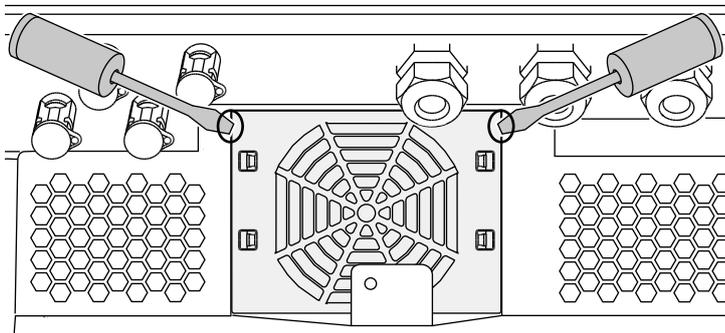

Fig. 60: Staccare la griglia della ventola
2. Smontare la ventola. A tale scopo appoggiare un cacciavite sul bordo della ventola ed esercitare una leggera pressione sulla griglia. ↗️ **Fig. 60**